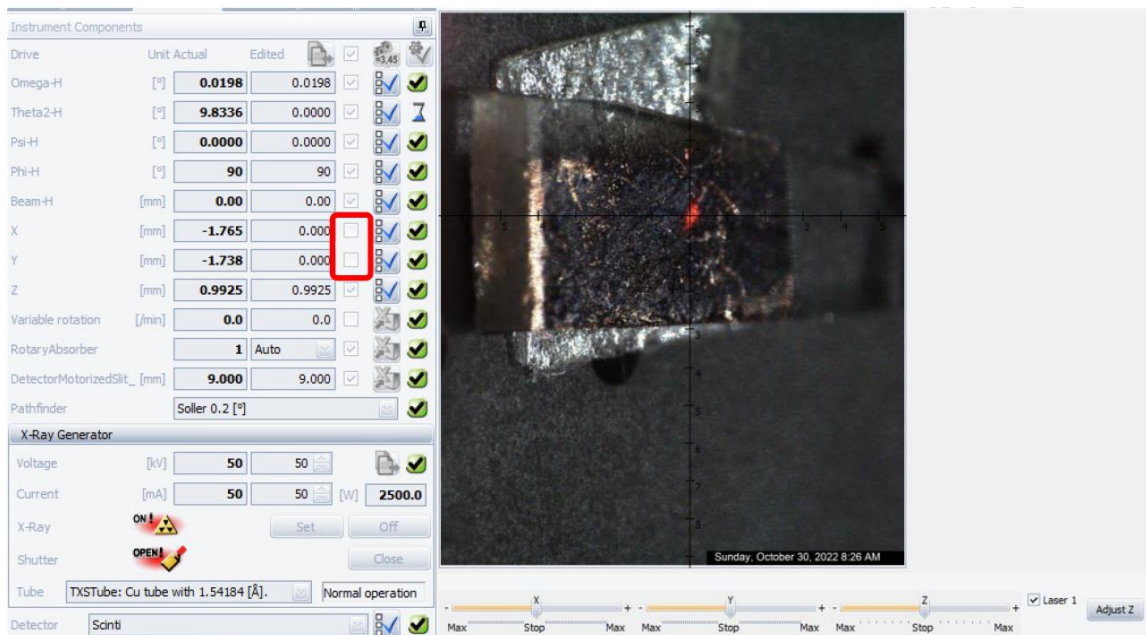

图6-24 样品微区示意图
6.10.3.1 样品测试区域：进入Video界面，移动样品台X、Y轴，在显微图像中找到所需测试微区，确认屏幕上激光红点、video十字中心、样品测试区域重合（图6-24）。然后将X，Y参数后面的勾去掉，以固定测试位置。